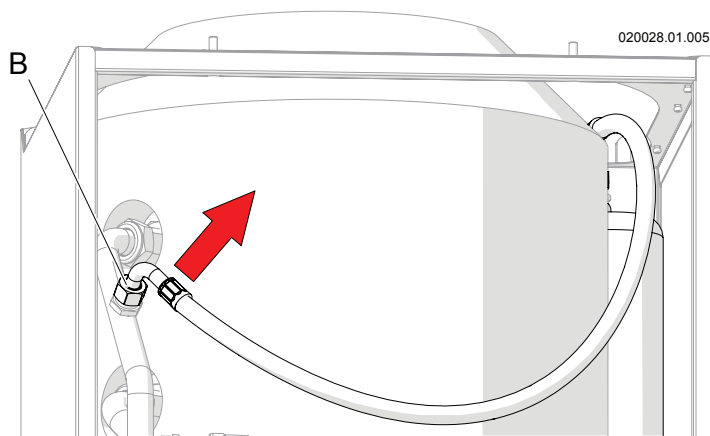

Figura 8-4 - Smontaggio del vaso di espansione
- 4.- scollegare il raccordo "B" (vedi Figura 8-4);